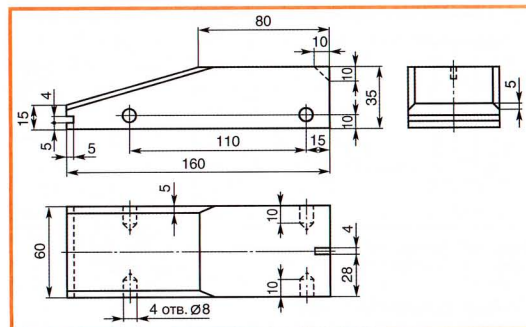

Рис. 121. Корпус
Самая крупная деталь в модели автомобиля — это корпус (рис. 121). Для него понадобится брусок размером $160 \times 60 \times 35$ мм.
2. Разметить с помощью линейки и карандаша центры отверстий и наколоть их шилом. Закрепить корпус в тисках или на верстаке и просверлить ручной дрелью 4 отверстия $\varnothing 8$ мм на глубину 10 мм (см. рис. 121).